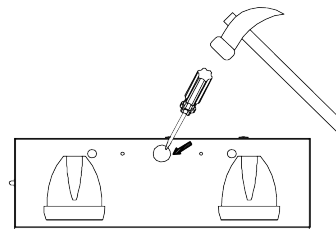
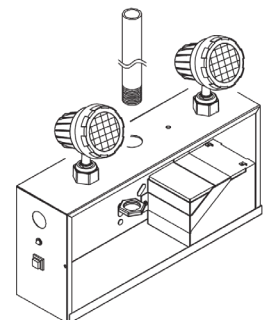

Fig. 3
Fig. 4
- b. **Montage suspendu** : repérez l'opercule défonçable sur le dessus du bloc-batterie (Fig. 3) et raccordez le conduit (non fourni) conformément aux codes électriques applicables (Fig. 4).